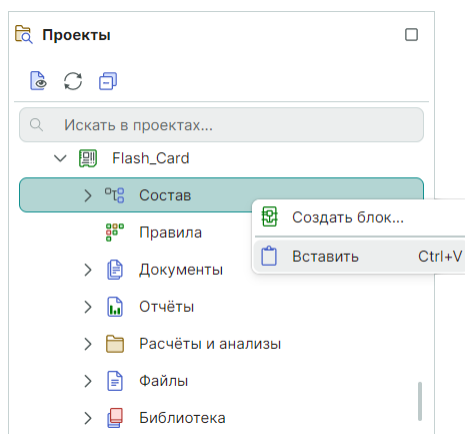

Рис. 266 Вставка блока в другой проект
1. Выберите другой проект в дереве проектов «Проекты» → «Состав», вставьте блок из буфера, см. Рис. 266.